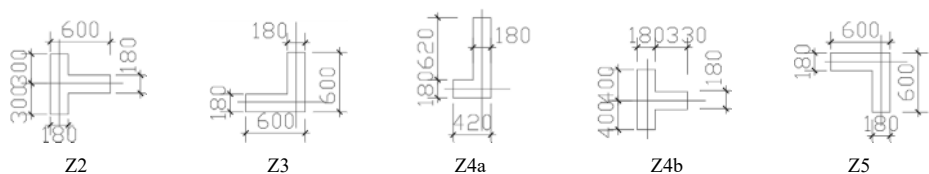

图 5-46 创建其他结构柱
(6) 结构族 Z1 绘制完成，单击“快速访问”工具栏中的“保存”按钮，打开“另存为”对话框，输入“名称”为“Z1”，单击“保存”按钮，保存族文件。
(7) 采用相同的方法，按照图 5-46 所示的截面创建其他形状的结构柱。